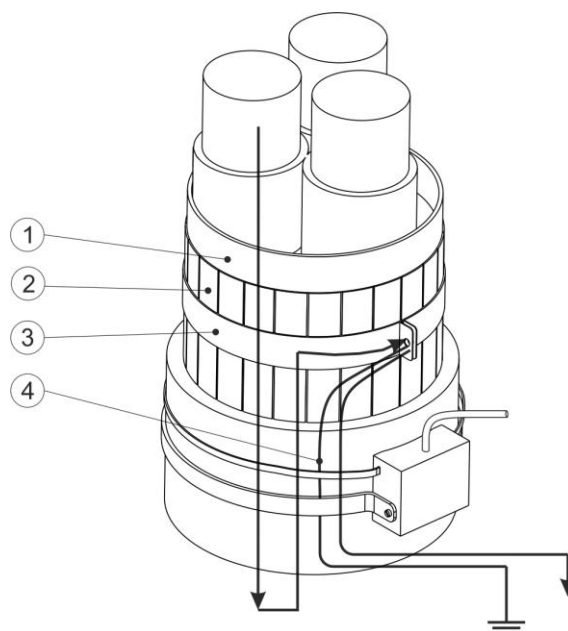

Рисунок 2.1 Датчик монтируется на экранированной части кабеля
1) - датчик монтируется на экранированной части кабеля. Для нейтрализации тока, протекающего по экрану, зачистите часть экрана и установите на это место проводящий хомут, подключите к нему изолированный провод, пропустите провод через скобу датчика и подключите к земле. См. рисунок 2.1